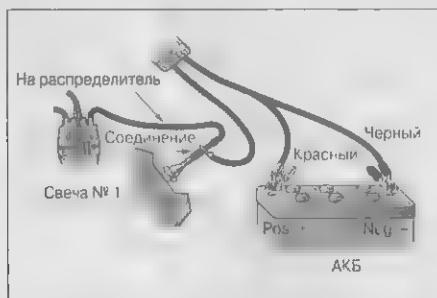

Рис. 12.45 Подключение трехклеммного стробоскопа
Многие конструкции стробоскопов оборудованы тремя клеммами. Если инструкция отсутствует, то советы из этой книги помогут для использования почти всех моделей стробоскопов с тремя клеммами (рис. 12.45).
4. Присоедините красную клемму к положительной клемме АКБ (рис. 12.45).
- Можно снять колпачок со свечи зажигания, присоединить к клемме к свече и подключить высоковольтный провод к свече без колпачка таким образом, чтобы ток проходил от провода к свече (см. рис. 12.45).